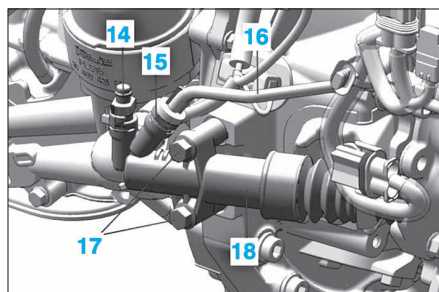

FIG. 8
- Ecarter l'agrafe (15) et le tuyau (16) (Fig.8).